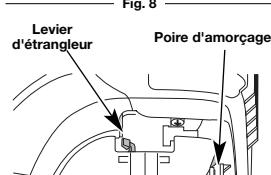

Fig. 9
- Pressez et relâchez la poire d'amorçage à 10 reprises. Une certaine quantité de carburant devrait être visible dans la poire d'amorçage et les conduites de carburant (Fig. 9). Si vous n'apercevez pas de carburant dans la poire, pressez et relâchez la poire autant de fois que nécessaire jusqu'à ce que vous aperceviez du carburant dans cette dernière.
- Mettez le levier d'étrangleur en Position 1 (Fig. 9).
- Mettez le levier d'étrangleur en Position 2 (Fig. 9).
- Mettez le levier d'étrangleur en Position 3 (Fig. 9). La machine est prête à être utilisée.